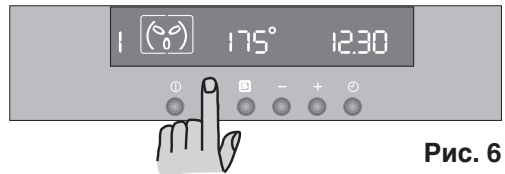

Рис. 6
1) Включите духовой шкаф, нажав кнопку ①.
2) Нажмите кнопку □, для того чтобы выбрать нужный режим духового шкафа. При каждом нажатии кнопки □ символ приготовления будет появляться на дисплее, а соответствующий номер функции высветится слева от символа функции приготовления, выбранного в настоящее время (Рис. 6).